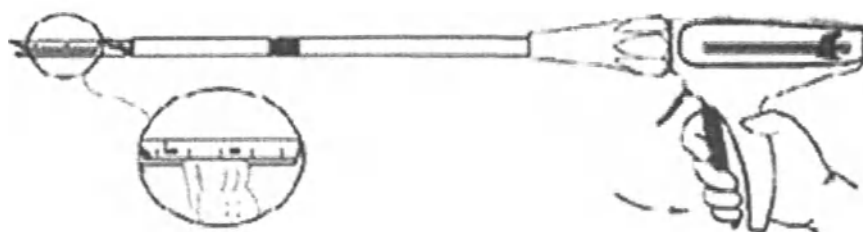

Рисунок 9 – Распределение ткани
4. Распределите ткань, на которой будете делать надрез (рис. 9)